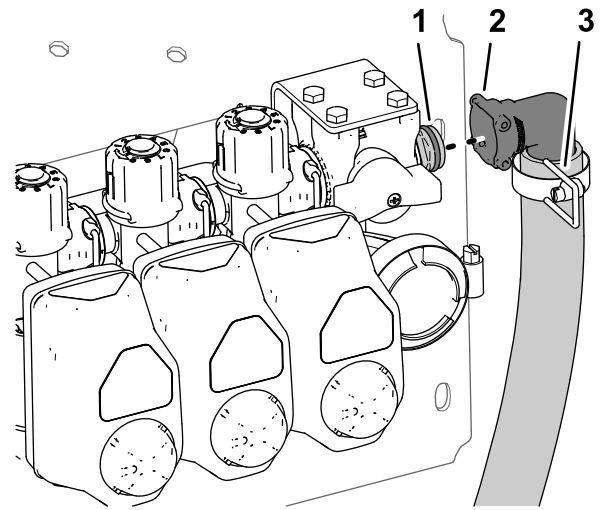

Figura 44
- Retire la horquilla de retención que sujeta el acoplamiento dentado de 90° de la manguera de desvío al acoplamiento de desconexión rápida de la válvula de sección de brazo derecha, y separe la manguera y los acoplamientos de las válvulas (Figura 44).